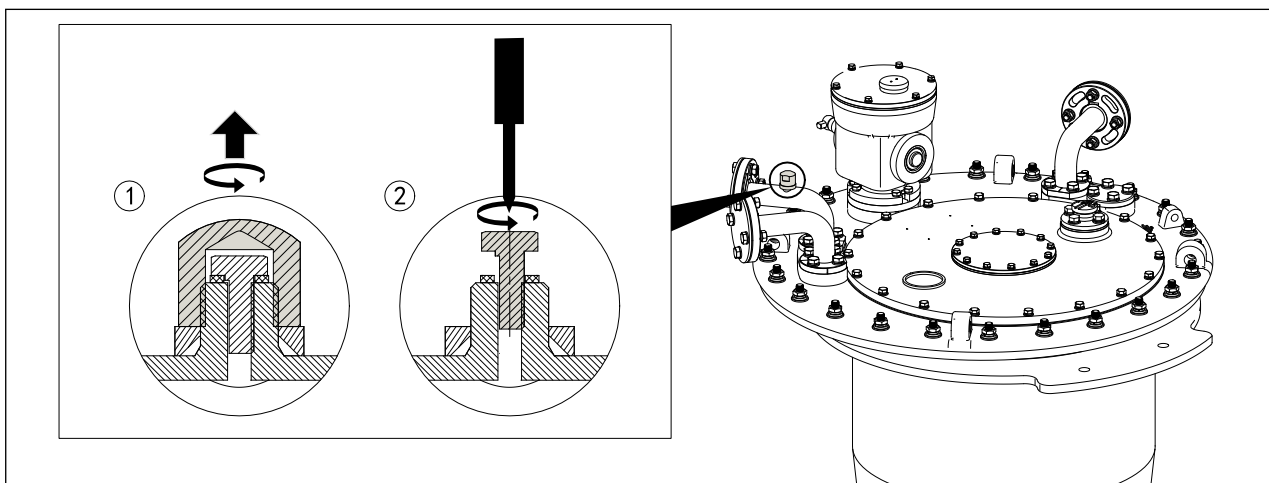

图 9-2 管接头 S 排气
- a. 使用 24mm 开口扳手，拆除螺栓帽（见图 9-2）。